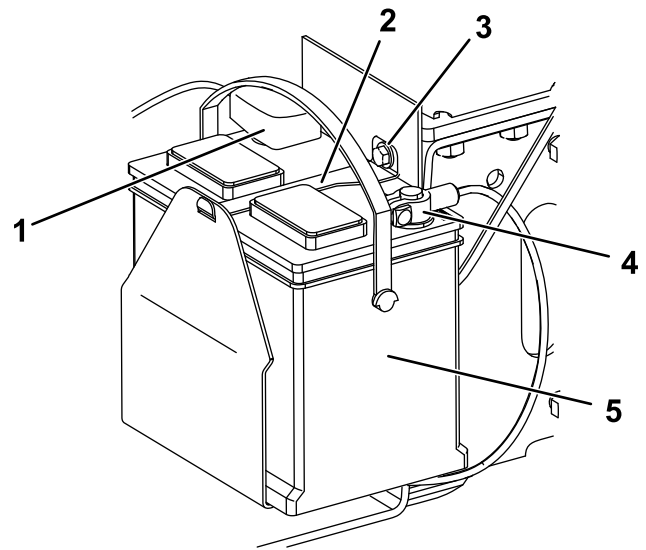

Figure 38
1. Boulon (3)
5. Enlevez le boulon, la rondelle et la barre de fixation de la batterie (Figure 38).
6. Débranchez le câble négatif (noir) de mise à la masse de la borne de la batterie (Figure 38). Conservez les fixations.
8. Débranchez le câble positif (rouge) de la borne de la batterie (Figure 38). Conservez les fixations.
- Branchez le câble positif (rouge) de la batterie à la borne positive (rouge) au moyen des fixations retirées précédemment (Figure 38).
- Branchez le câble négatif de la batterie à la borne négative (noir) au moyen des fixations retirées précédemment (Figure 38).
- Fixez la batterie au moyen de la barre, du boulon et de la rondelle (Figure 38).